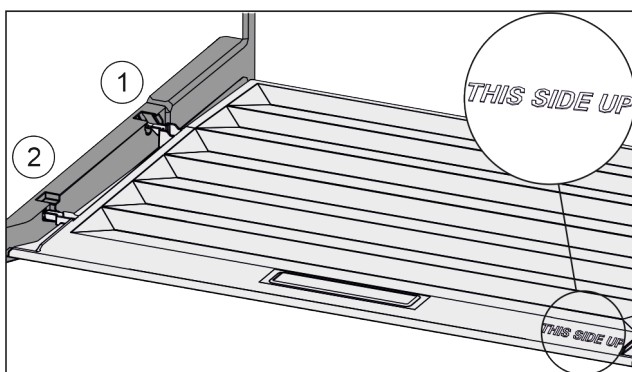

Fig. 28
- ▶ Výstupky víka zaveďte do zadních držáků Fig. 28 (1) a vpředu zaklesněte do držáku Fig. 28 (2).